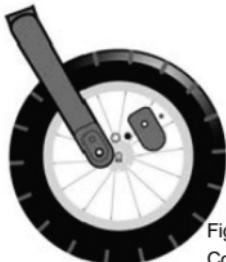

Figura 1
1. Dadi e viti di montaggio della ruota. (Figura 1)